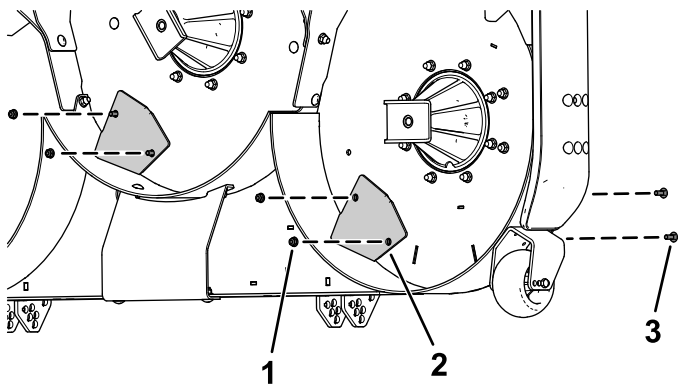

Figura 6
2. Fissate i 2 inserti al piatto di taglio con 4 bulloni a testa tonda (5/16" x 7/8") e 4 dadi flangiati (5/16") come mostrato nella Figura 6.